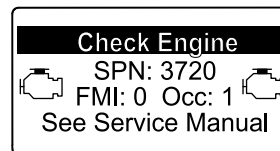

**Figura 60**
**Importante:** No intente nunca limpiar el filtro de seguridad (Figura 60). Sustituya el filtro de seguridad después de cada tres revisiones del filtro primario.